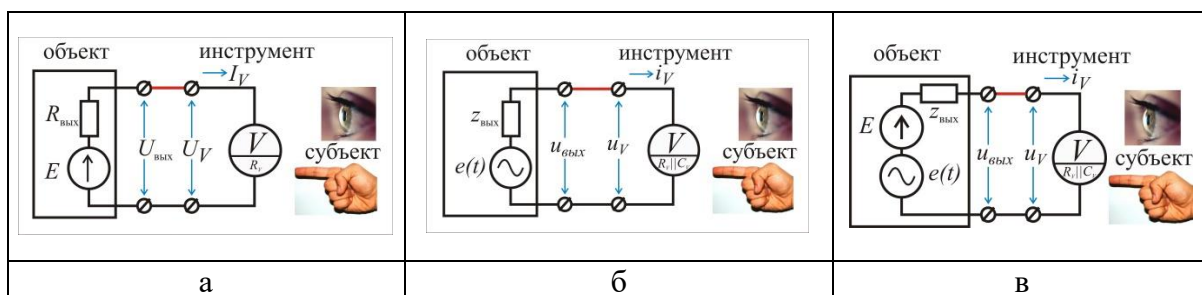

Рисунок 2.1 – Эквивалентные схемы для прямых измерений напряжений
- вариант измерения напряжений постоянного тока (рисунок 2.1а);
- вариант измерения напряжений переменного тока (рисунок 2.1б);
- вариант измерения напряжений переменного тока с постоянной составляющей (рисунок 2.1в).